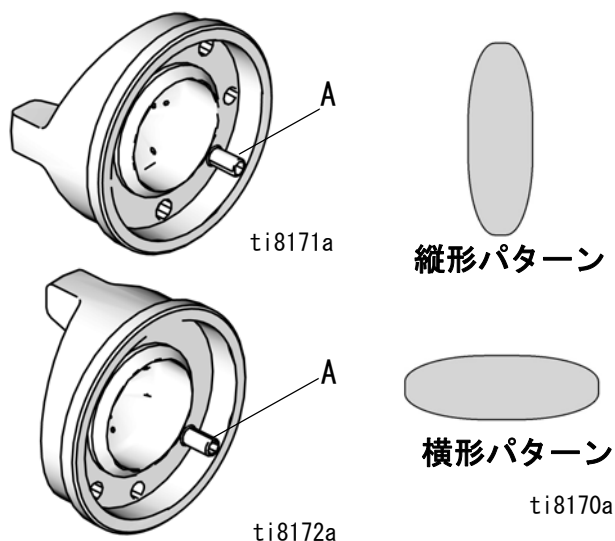

図 10: エアキャップを取り付けます。
エアキャップは工場で設定され、調整ピン (A) は縦形スプレーパターンに設定されます。エアキャップを横形スプレーパターンに変更するには、1/16 インチ六角レンチを使用して、調整ピン (A) を抜き、水平スプレーパターン穴に移します。ピンを移すときは、低強度スレッドロッカーを使用します。1.5-2.5 in-lb (0.2-0.3 N·m) のトルクを与えます。締め過ぎないこと。をご参照ください図 10。